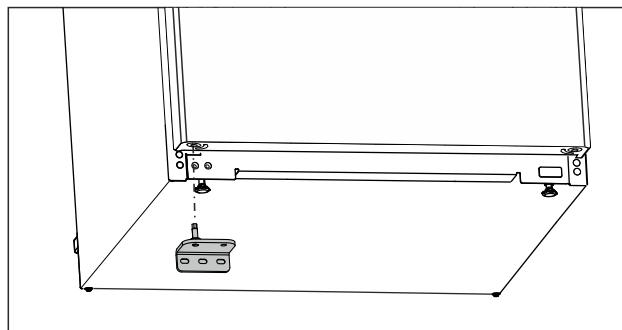

Fig. 20
- ▶ Поставете долната лагерна стойка от другата страна. (вж Fig. 20)